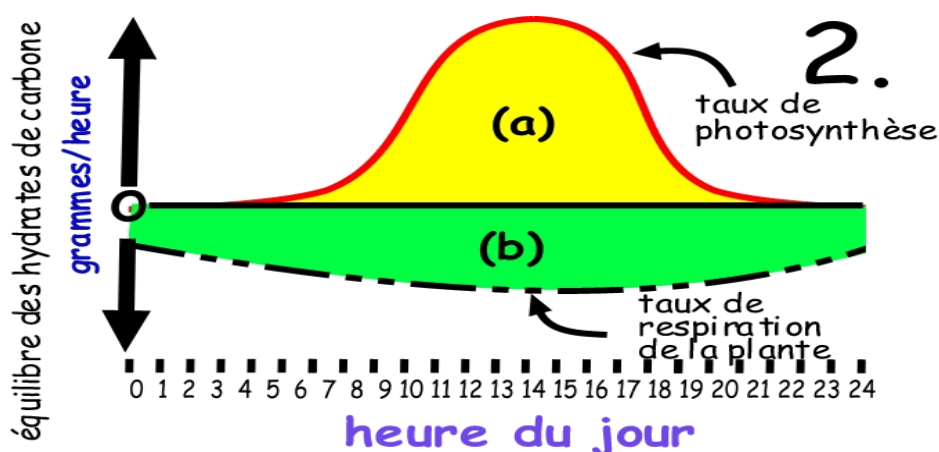

**Figure 49 : Effet de l'augmentation de l'intensité de la lumière sur l'équilibre des hydrates de carbone des plantes**
**1. En augmentant l'intensité** de la lumière (luminosité) (*figure 49*). Le danger est que la lumière soit trop intense et que la chaleur produite endommage les délicates cellules des plantes, tout en faisant augmenter la vitesse de transpiration, ce qui aurait pour effet de flétrir les feuilles.